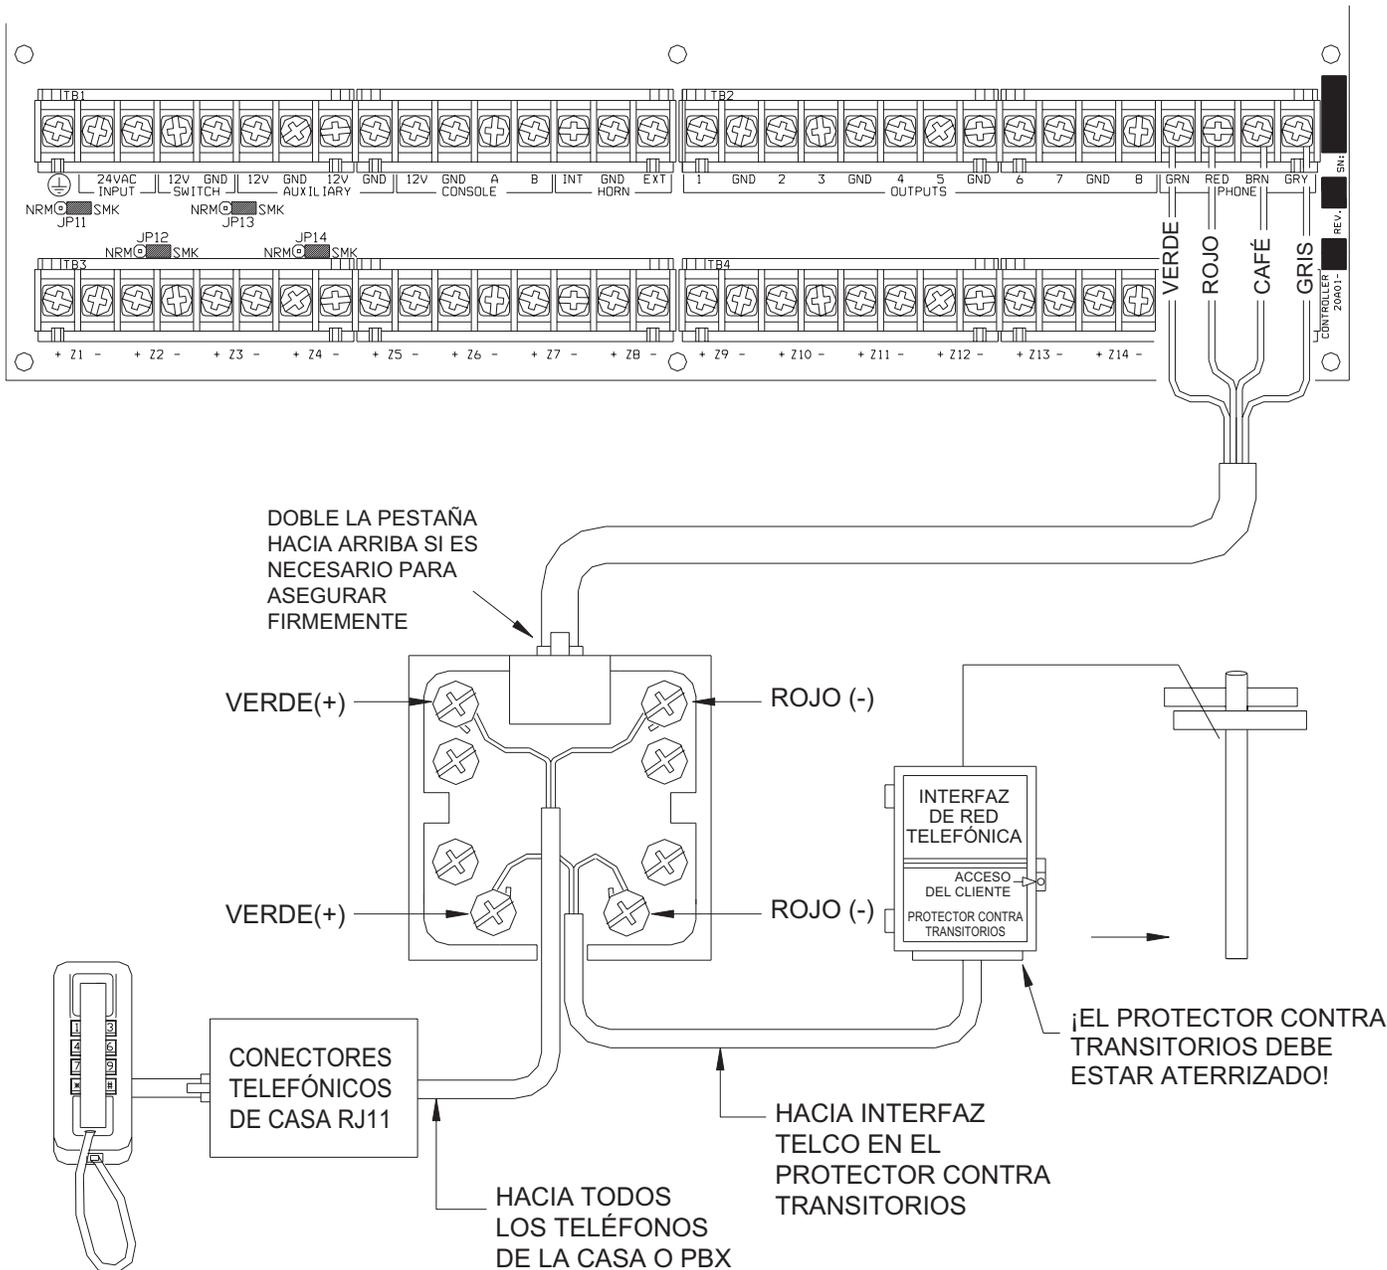

FIGURA 5 - CONEXIONES DE ENCHUFE RJ31X
10. Para esta configuración, consulte la **FIGURA 5 (CONEXIONES DEL ENCHUFE RJ31X)**.